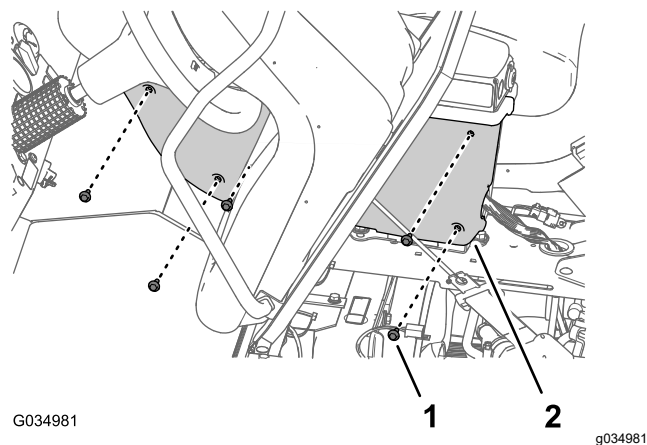

Рисунок 112
2. Выверните 5 болтов с фланцевыми головками ($\frac{1}{4} \times \frac{3}{4}$ дюйма), которые крепят крышку с левой стороны центральной консоли (Рисунок 112).